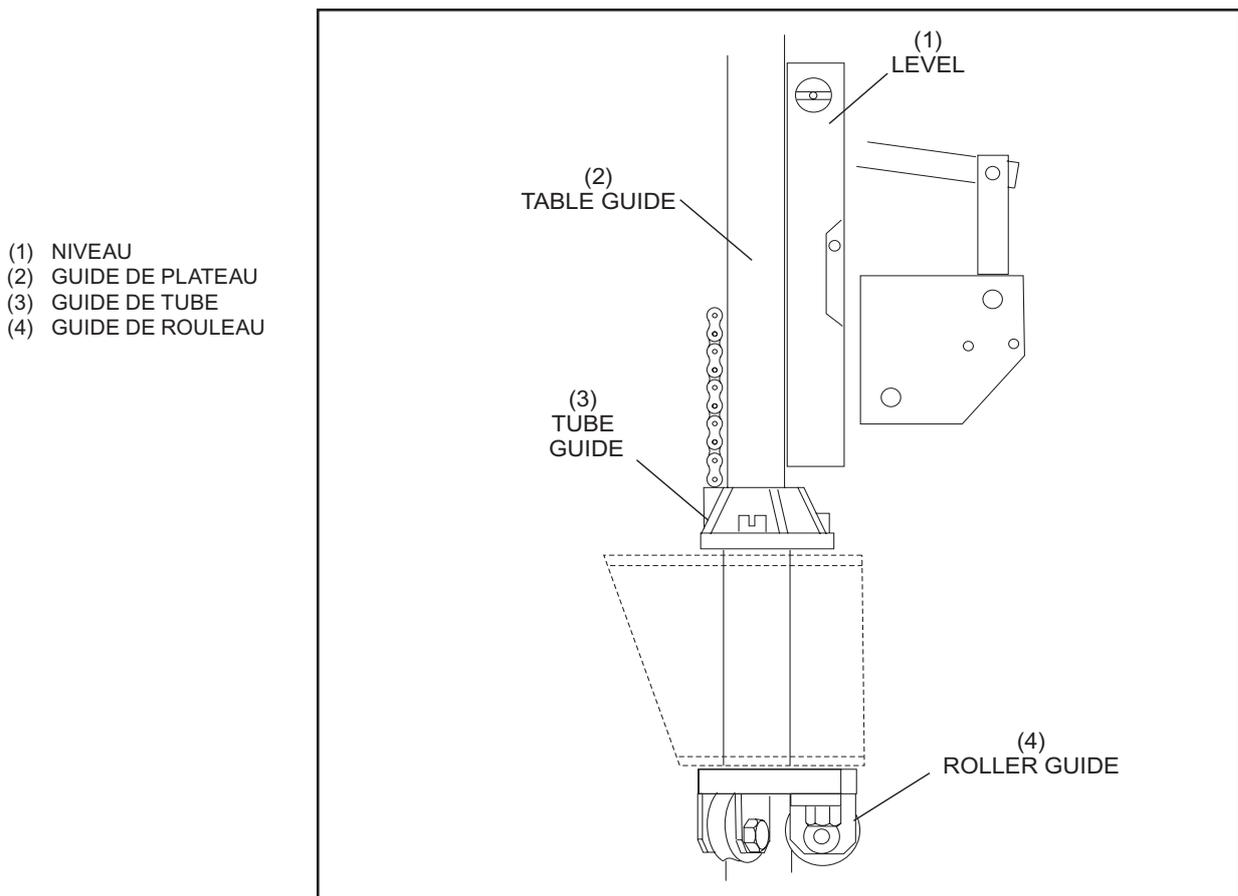
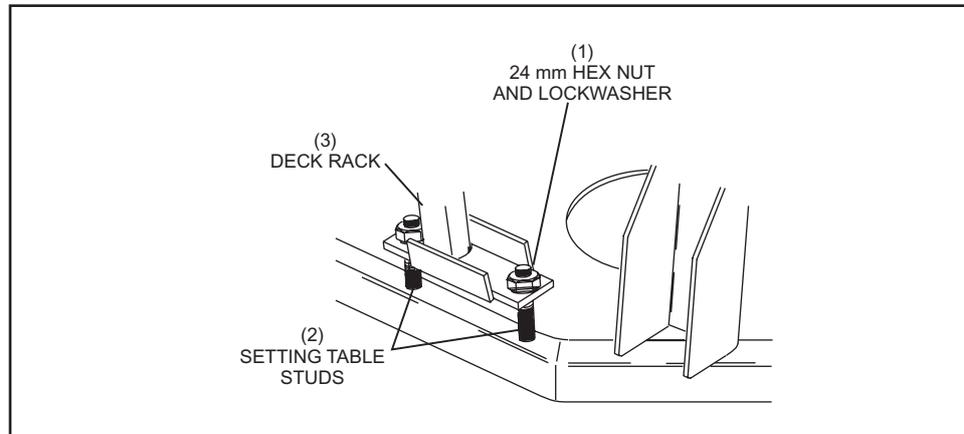

Figure 5-27. Rouleaux de guide de rail de soutien de plateau.
Figure 5-28. Goujons du plateau de positionnement.
- a. Avec le plateau en position initiale, vérifiez le niveau avant, arrière et latéral du tube de plateau à l'aide d'un niveau. Reportez-vous à la *Figure 5-27*. Si un ajustement s'avère nécessaire, desserrez les écrous hexagonaux de 24 mm sur les goujons du plateau de positionnement. Reportez-vous à la *Figure 5-28*. Ajustez les guides de rouleau et le bloc de support comme requis pour obtenir un guide de tube de niveau.
- e. Pour ajuster, abaisser ou relever les grands écrous hexagonaux (support de 24 mm et disque requis) sur les goujons du plateau de positionnement jusqu'à ce que le plateau soit à niveau. Reportez-vous à la *figure 5-28*.